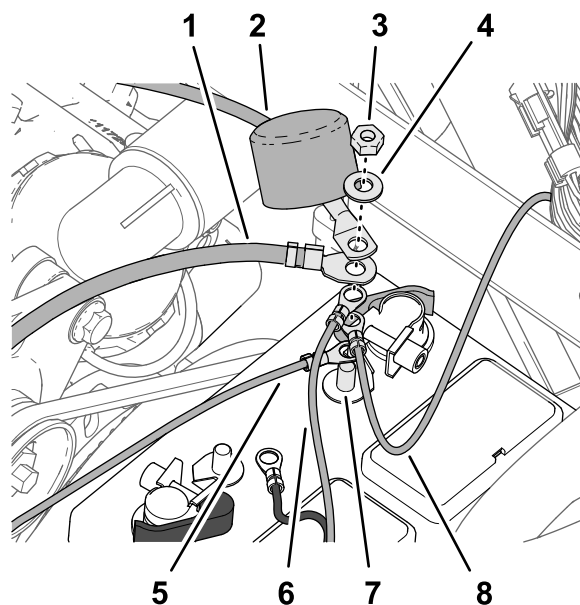

Figura 213
2. Monte los siguientes cables y terminales en el espárrago roscado del borne positivo de la batería (**Figura 213**), en el orden siguiente:
4. Coloque el capuchón aislante del cable positivo de la batería que va al motor de arranque sobre el espárrago roscado (**Figura 213**).